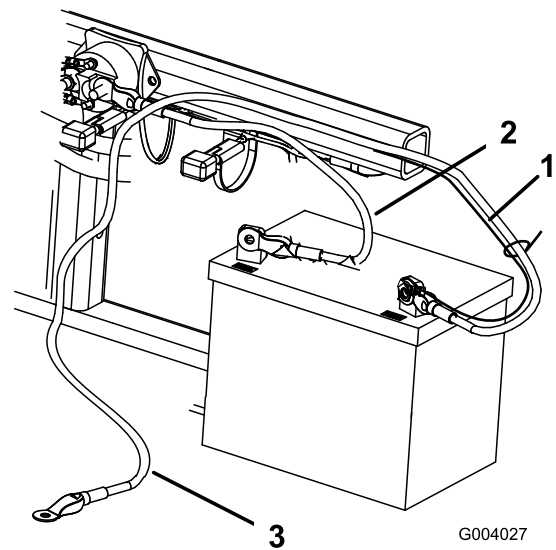

Figure 5
2. Fixez le câble positif (rouge) à la borne positive (+) avec un boulon (1/4 x 5/8 po) et un contre-écrou (Figure 5).
3. Fixez le petit câble noir et le câble négatif (noir) à la borne négative (-) de la batterie avec un boulon (1/4 x 1/8 po) et un contre-écrou (5/4 po) (Figure 5).